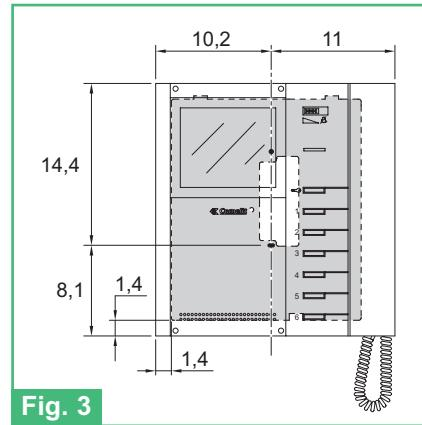

Fig. 3
- Fig. 3** Misure di ingombro del Monitor in relazione ai punti di fissaggio della Staffa Art. 5714.
- Fig. 3** Overall dimensions of the Monitor in relation to the fixing points of Bracket Art. 5714.
- Fig. 3** Dimensions d'encombrement du moniteur par rapport aux points de fixation de la Bride Art. 5714.
- Fig. 3** Afmetingen van de monitor en positie van de bevestigingspunten op de grondplaat Art. 5714.